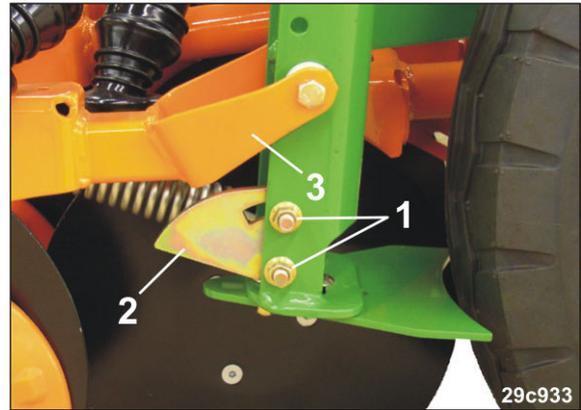

Рис. 178
2. Ослабьте гайки (Рис. 178/1).
3. Настройте глубину заделки посевного материала наружного сошника (Рис. 178/3), вращая дисковый кулачок (Рис. 178/2).